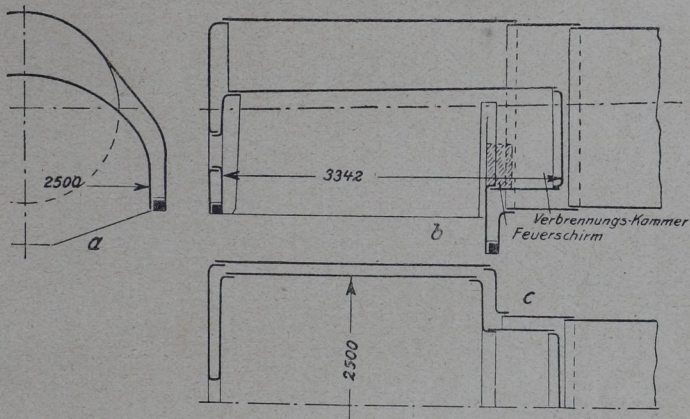

Abb. 40. Hinterkessel Bauart „Wootten“.
- c) breite1), über die Rahmenbleche und Räder hinausreichende; etwa 2,0 m breit (Abb. 38); Bauart „Wootten“ bis etwa 2,8 m breit (Abb. 40 a);